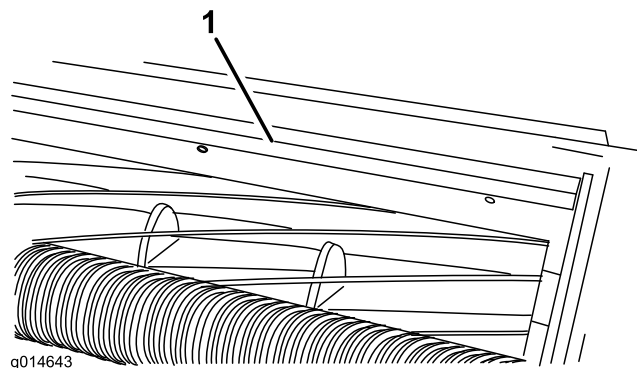

Рисунок 11
1. Ослабьте винты крепления верхней планки (Рисунок 11) к режущему блоку.